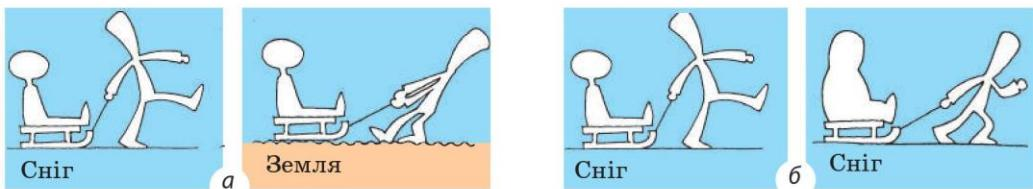

Рис. 13.7. Сила тертя ковзання залежить від якості та роду поверхонь (a) і збільшується зі збільшенням сили нормальної реакції опори (b)
Ваш життєвий досвід свідчить, що сила тертя ковзання залежить від властивостей дотичних поверхонь тіл і збільшується зі збільшенням сили нормальної реакції опори (рис. 13.7). Закон, що відбиває залежність $F_{\text{тертя ковз}} (N)$, експериментально встановлений французьким ученим *Г. Амонтоном* (1663–1705) і перевірений його співвітчизником *Ш. Кулоном* (1736–1806), тому має назву **закон Амонтона — Кулона**: